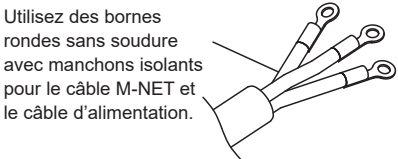

Fig. 5-8
- Utilisez des bornes serties à embout rond pour le bornier du câble M-NET et le bornier d'alimentation. (Fig. 5-8)